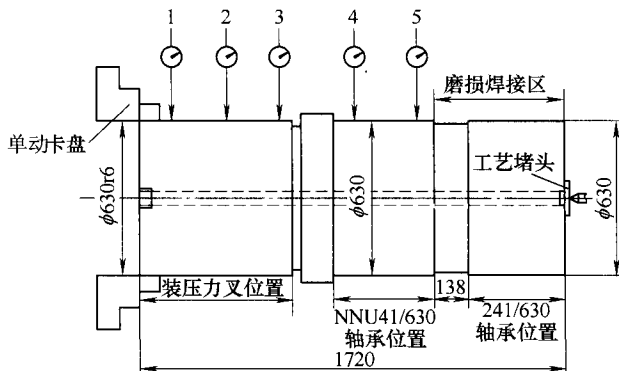

图2 磨辊轴装夹找正示意
(1) 找正步骤1 将工艺堵头装入磨辊焊接好的那头中心油孔内, 然后将该轴采用一夹一顶方法装夹在CW61100车床上, 装压力叉端的位置装夹在单动卡盘上, 用固定顶尖顶住工艺堵头的中心孔(见图2), 以中间装NNU41/630轴承的轴颈位置为基准进行找正, 发觉装压力叉位置径向跳动 0.30mm , 找正方法为将该轴如图2分成5个截面